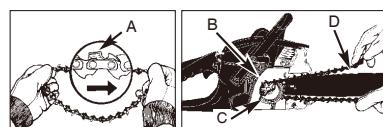

Fig. 4B
- Treceti lanțul în jurul pinionului (B) din spatele ambreiajului (C). Asigurați-vă că legăturile sunt bine fixate între dinții pinionului (Fig. 4B).
- Ghidati legăturile unității în șanț (D) și în jurul capătului barei (Fig. 4B).